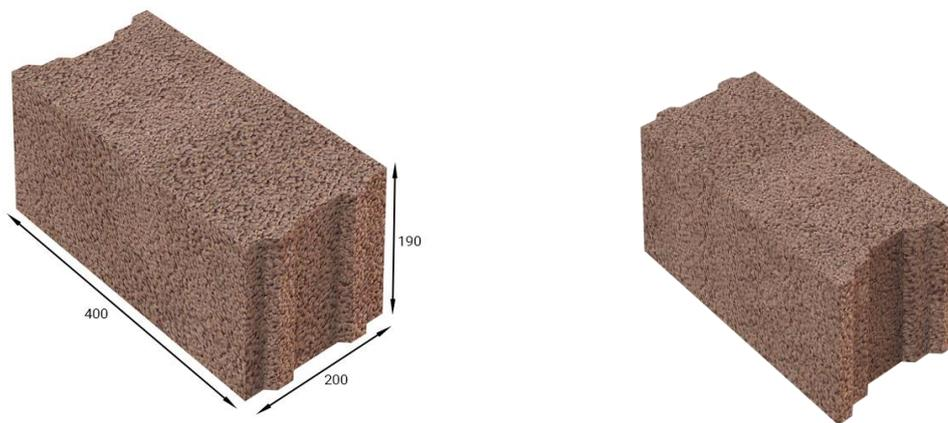

Рисунок 1. Общий вид рядового камня.
- **Рядовой камень.** длиной 400мм. Конструкция камня представляет собой полнотелый параллелепипед. Торцевые стыковочные поверхности имеют на соответствующих сторонах двойной паз или гребень/паз. Боковые лицевые поверхности прямые. Верхняя поверхность камня (постель) – сплошная.рис.1,2 Предназначен для рядовой кладки стен.
Конструкция камня представляет собой полнотелый параллелепипед. Торцевые стыковочные поверхности имеют на соответствующих сторонах двойной паз или гребень/паз. На боковых поверхностях расположены равноудалённо насечки-направляющие для распила кратно 100мм. Верхняя поверхность камня (постель) – сплошная. рис. 1,2 Предназначен для рядовой кладки и распила на габариты от 390 до 200мм